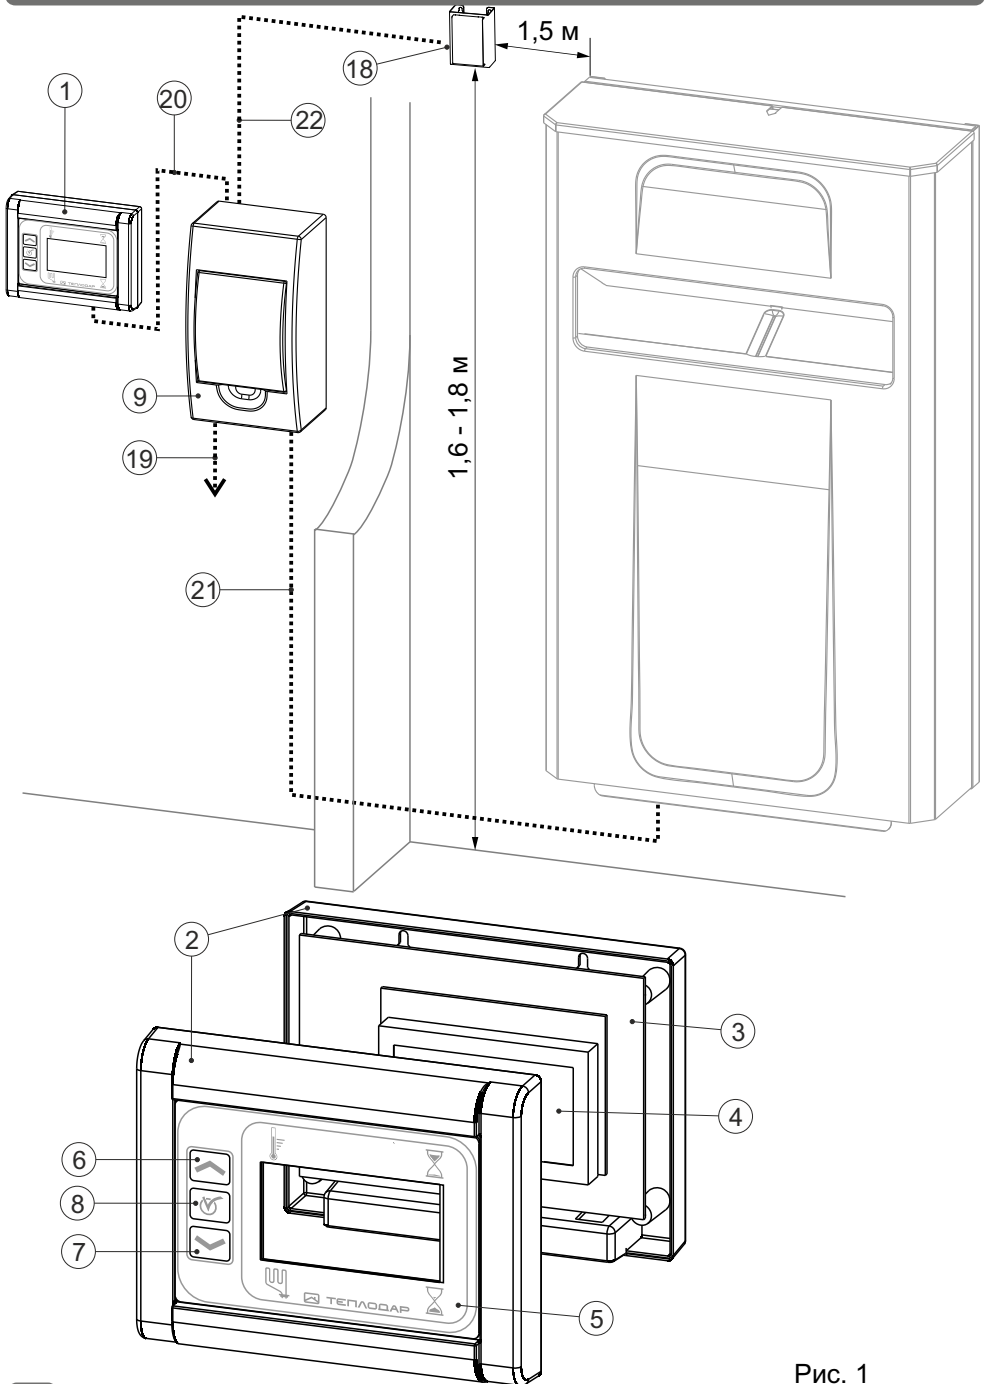
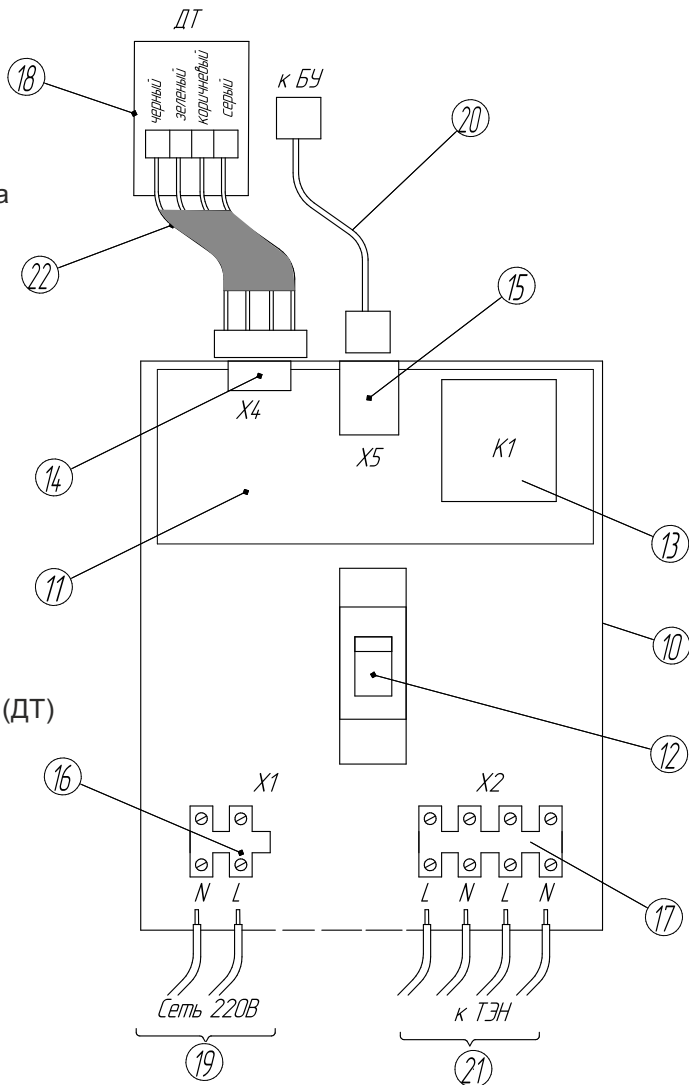

Рис. 1
Рис. 2
ПУ (Рис.1) представляет собой комплекс из блока управления (БУ) (1), блока коммутации (БК) (9) и датчика температуры (ДТ) (18), соединенных между собой проводом управления (20) и проводом ДТ (22). С ЭП (ЭКП) ПУ соединяется через провод силовой (21), а с сетью 220 v через кабель питания (19).
БУ предназначен для настройки режимов работы (внешний вид показан на рис.1) и состоит из корпуса БУ (2), платы управления (3), ЖК индикатора (4) и пленочной клавиатуры (5).
БК (внешний вид показан на рис.2) состоит из корпуса БК (10), автоматического выключателя (12) (в зависимости от модели пульта количество выключателей может отличаться) и платы коммутации (11). На плате коммутации расположены разъемы подключения: слаботочные разъемы (14, 15) для соединения через провод управления и провод ДТ с БУ и ДТ соответственно, силовой разъем (17) для подключения ЭП (ЭКП) через силовой провод и разъем питания (16) для подключения через провод питания к электросети.
Схема установки ПУ показана на рис. 1.
Электромонтаж ПУ должен осуществляться в соответствии с схемой подключения, представленной на рис.1 и рис.2.
При подключении обращайте внимание на нумерацию контактов на схеме подключения (рис.2).
Соединить проводом ДТ (22) слаботочный разъем (14) блока коммутации с одной стороны и ДТ с другой (обязательно соблюдайте цветовую маркировку проводов, указанную на рис.2), провода подключаются с помощью винтового соединения;